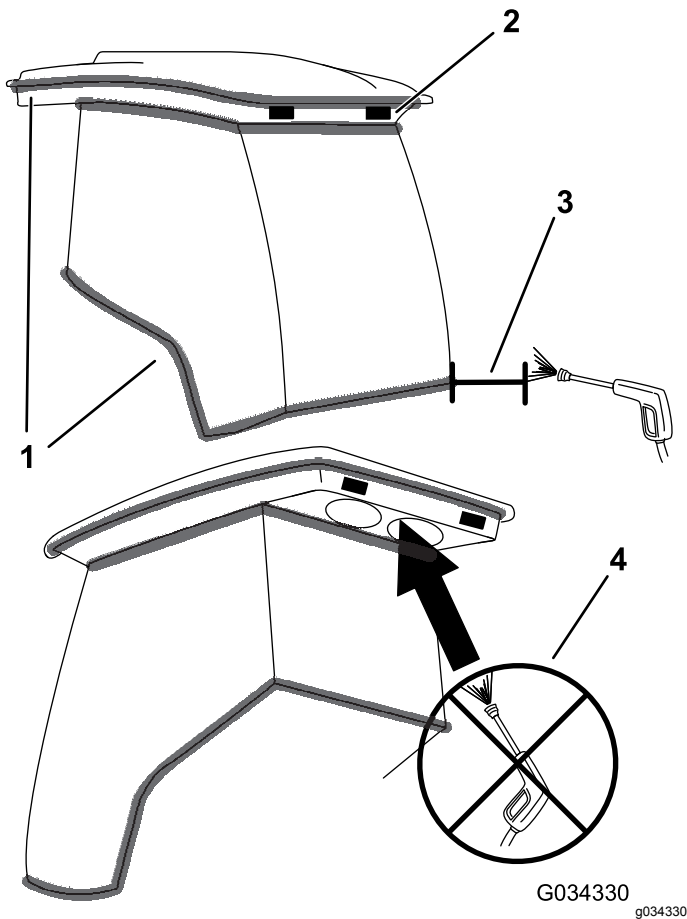

Figura 120
**Importante:** Tenga cuidado alrededor de las juntas y las luces de la cabina (Figura 120). Si está utilizando un lavador a presión, mantenga la vara al menos a 0,6 m de distancia de la máquina. No utilice un lavador a presión directamente sobre las juntas y las luces de la cabina o bajo el voladizo trasero.